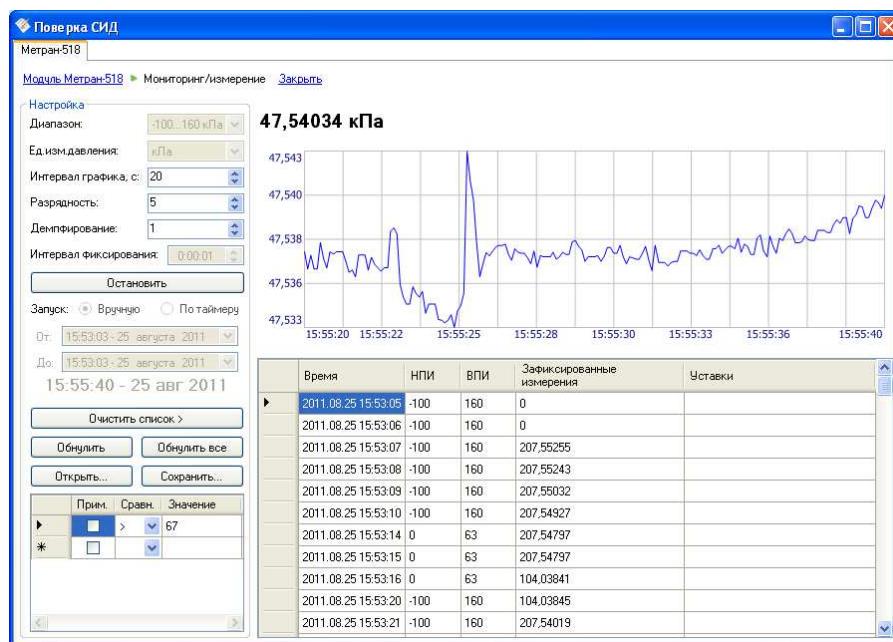

Рисунок 4.75 – Режим мониторинга с модулем Метран-518
- Мониторинг/измерение (см. Рисунок 4.75);
В окне программы расположены компоненты (см. Рисунок 4.75):